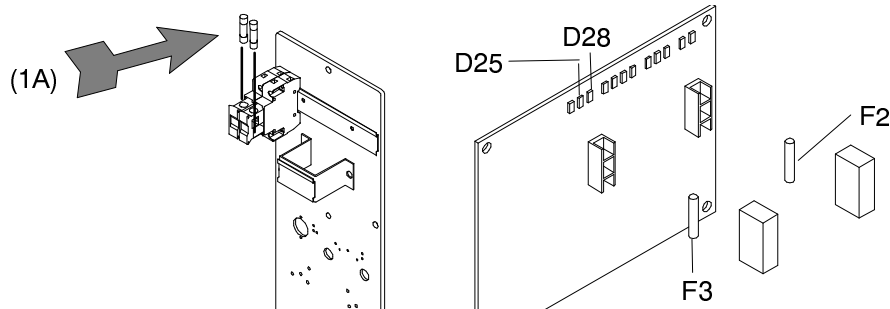

Abb. 22
a) Prüfen, ob die Led D25 und D28 auf der Printplatte (Code 02E03947, Detailzeichnung 8) aufleuchten. Leuchten diese nicht auf, die Sicherungen F2 und F3 auf der Printplatte und ggf. die 1A Sicherungen (Code 02008816, Detailzeichnung 8) prüfen (Abb. 22).